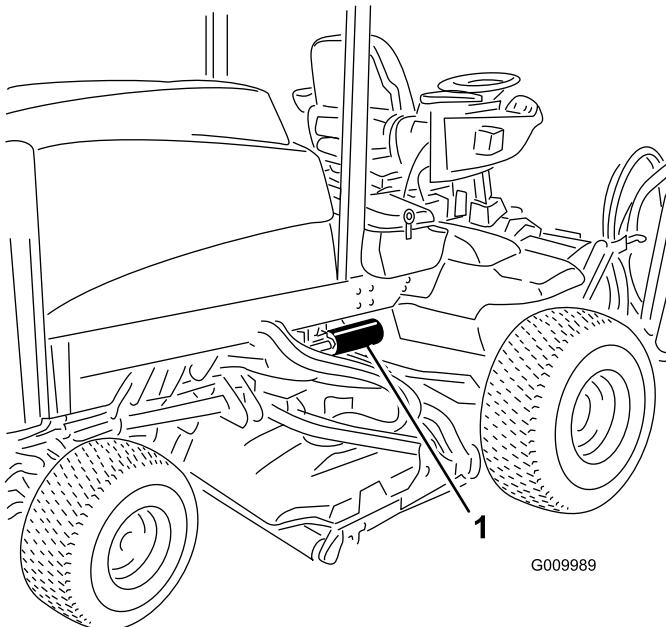

Figure 55
- Nettoyez la surface autour de la surface de montage du filtre. Placez un bac de vidange sous le filtre et déposez le filtre (Figure 54 & Figure 55).